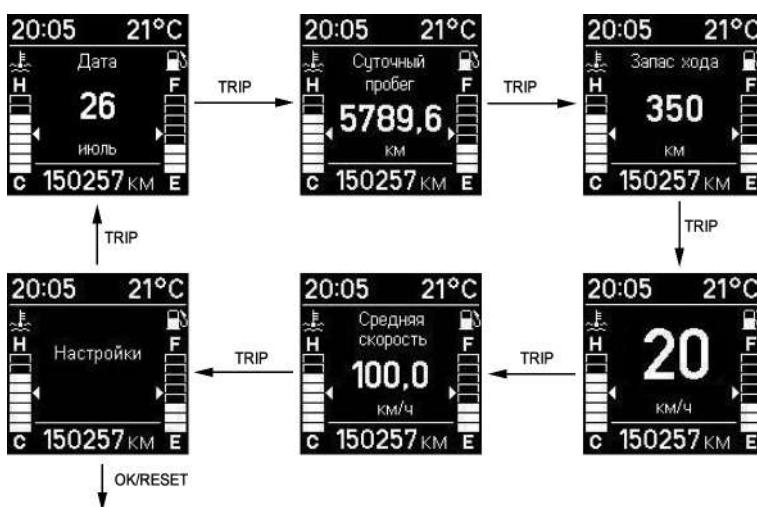

Рис. 3.8. Алгоритм управления индикацией на ЖК-дисплее
**Выбор функций бортового компьютера** (рис. 3.8):